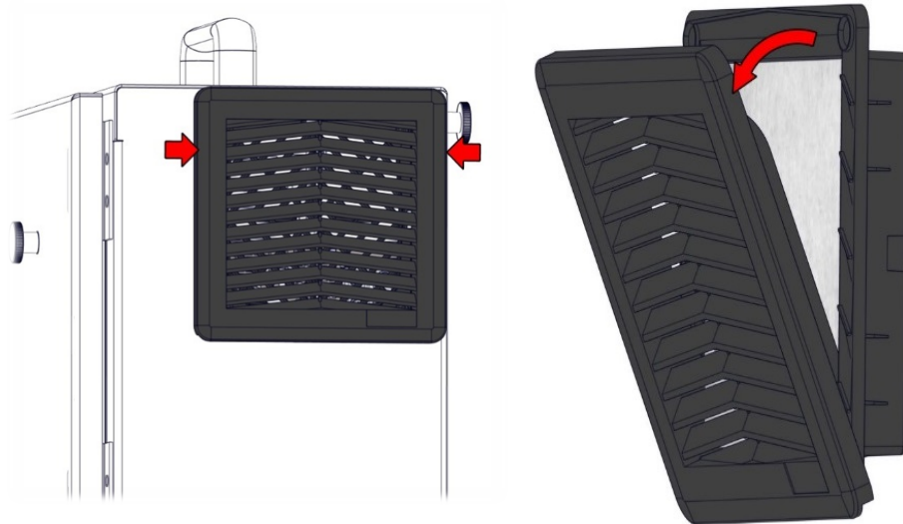

Figure 3.7. Wymień filtry skrzynki sterowniczej.
1. Gently remove the outer plastic frame by pulling where the red arrows are, as shown in the images below in figure 3.7. Ramka odchyła się na zewnątrz.